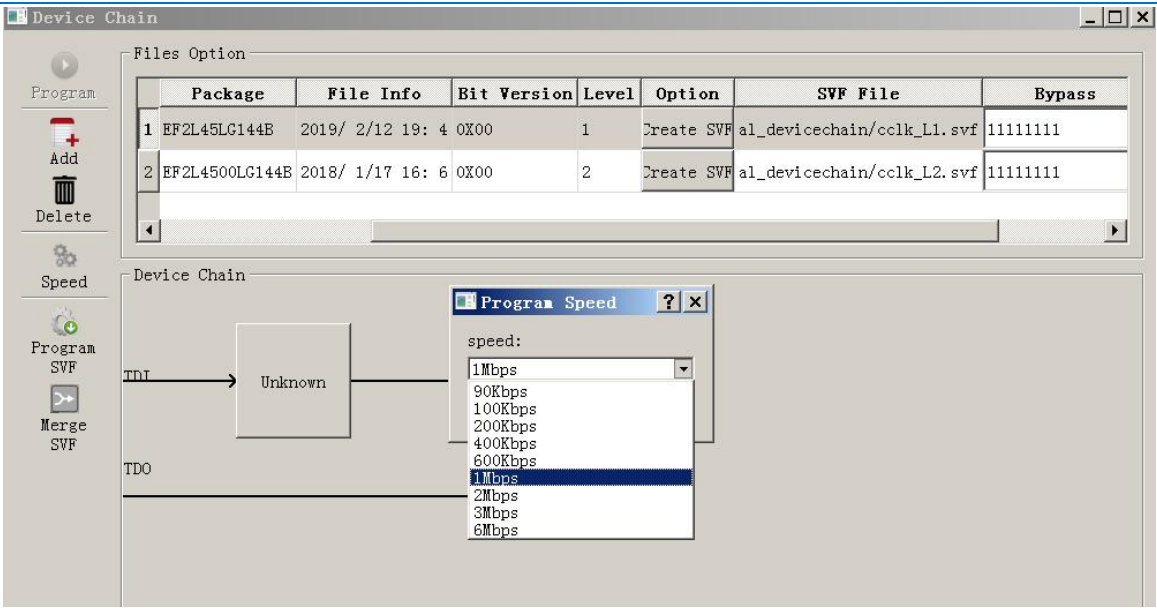

图 22 设置 SVF 加载速率
- 6) 如图 22 是设置 SVF 文件下载速率，默认速率 1Mbps。推荐使用 3Mbps 速率以下进行加载。